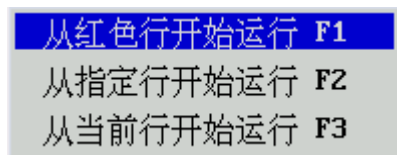

图 6.3.3 暂停运行时从任意行运行
- (1) 在程序运行子菜单下，按 **F7** 键，然后按 **N** 键暂停程序运行；
- (2) 用 **▲**、**▼**、**PgUp**、**PgDn** 键移动蓝色亮条到开始运行行，此时蓝色亮条变为红色亮条；
- (3) 在程序运行子菜单下，按 **F8** 键，弹出如图 6.3.3 所示对话框；
- (2) 在程序运行子菜单下，按 **F8** 键，弹出如图 6.3.3 所示对话框；